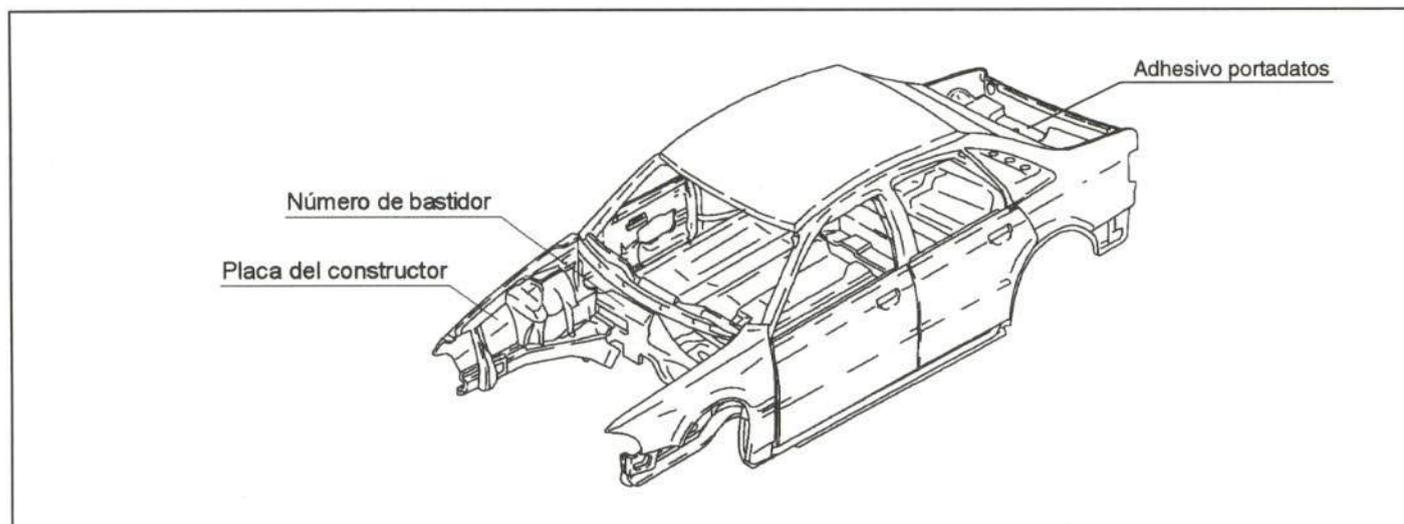

Figura 1.- Situación de las placas de identificación del vehículo
La situación de estas placas se refleja en la figura 1.
- El número de bastidor se encuentra troquelado en la chapa salpicadero, entre el motor y el compartimento de los pasajeros (figura 1).
- La placa del constructor se encuentra pegada al pase de rueda delantero derecho (figura 1)